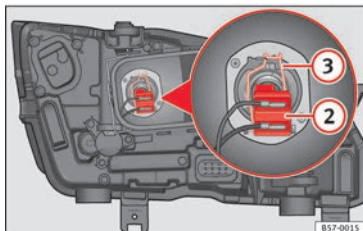

Abb. 105 Im Motorraum: Glühlampe Abblendlicht.
3. Ziehen Sie den Stecker »» **Abb. 105** (2) von der Lampe ab.
4. Nehmen Sie die Haltefeder »» **Abb. 105** (3) durch Eindrücken und Rechtsdrehung ab.